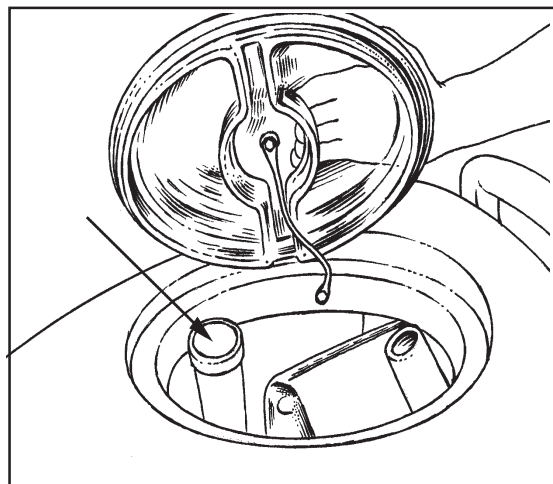

Figura 24
5. Compruebe que el filtro del tamiz que protege el motor de aspiración está limpio y correctamente colocado. (véase figura 24).